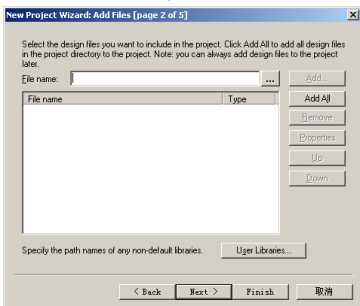

图 27-23 “Add Files” 对话框
- (4) 单击“Next”按钮，进入“Add Files”对话框，如图 27-23 所示。如果以有设计源文件，可以在其中导入。这里从头建立所有的设计文件，因此不用选择，可以跳过。